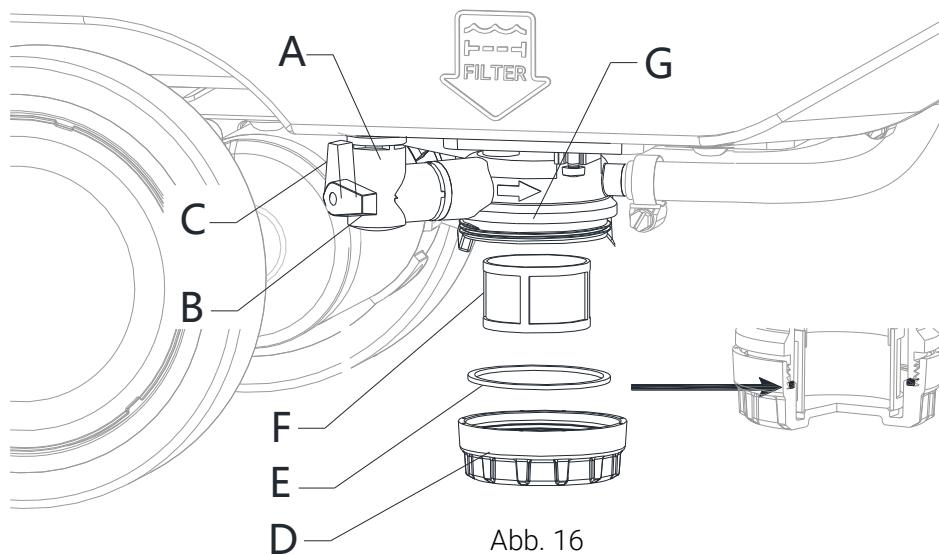

Abb. 16
- Den Hahn der Reinigungslösung (A, Abb. 16) schließen. Der Hahn ist geschlossen, wenn er sich in der Stellung (B) befindet, und er ist geöffnet, wenn er in der Stellung (C) ist.
- Die Filterdeckung (D) und Dichtung (E) abnehmen und Siebfilter (F) entfernen. Mit Wasser waschen und abspülen, dann wieder sorgfältig am Filterhalter (G) befestigen.